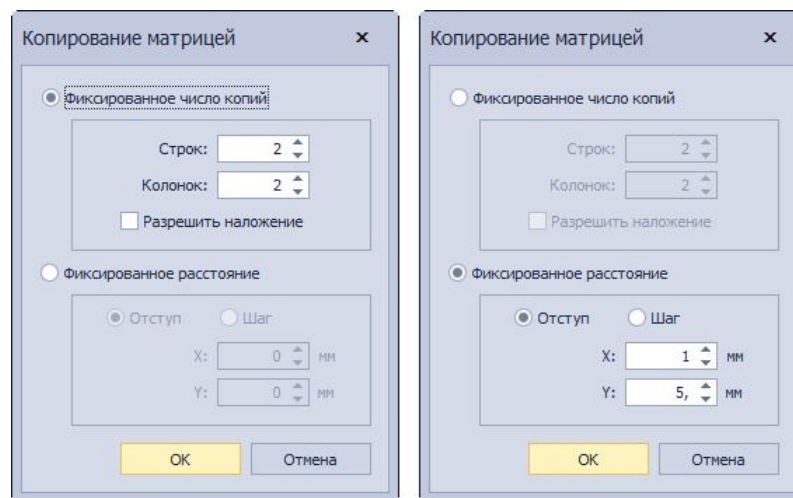

Рис. 206 Настройка параметров при копировании объектов матрицей
- Установить необходимые параметры копирования матрицей: по «Фиксированному числу копий», либо по «Фиксированному расстоянию» в появившемся окне «Копирование матрицей», см. Рис. 206.